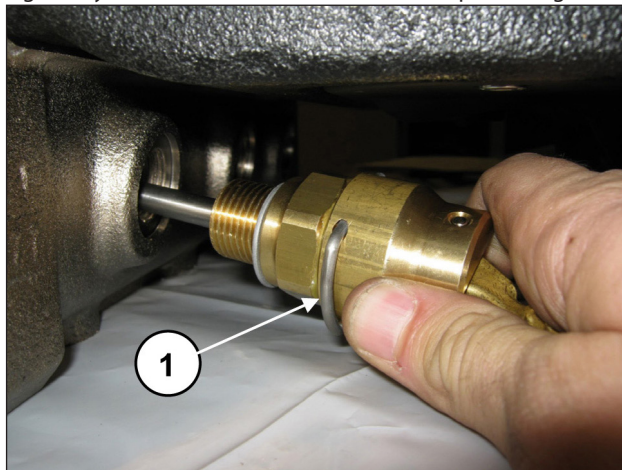

Fig. 164
Aplicar los dispositivos de apertura de las válvulas (pos. ①, Fig. 164) y enroscarlos con la llave de 30 mm.